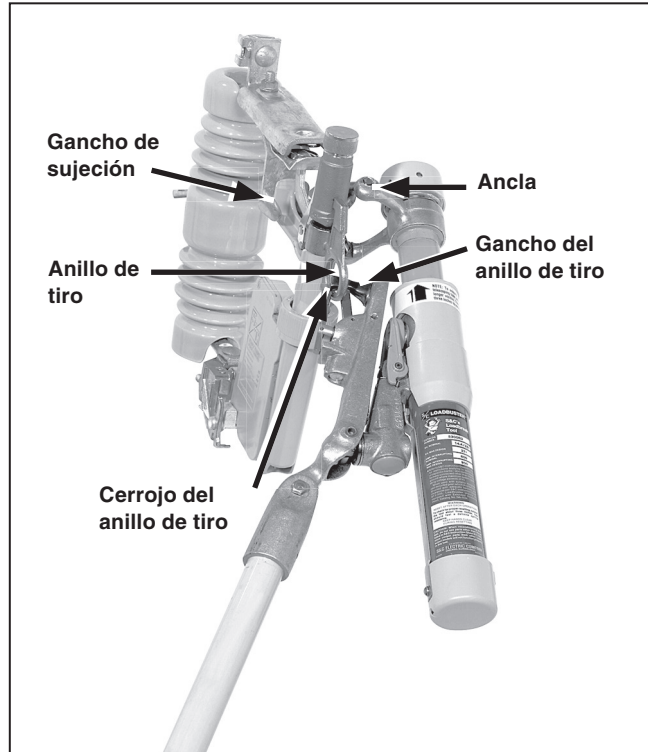

Figura 9. Herramienta Loadbuster conectada a un Fusible Limitador Fault Tamer.
- PASO 2.** Coloque la herramienta Loadbuster por en frente del Fusible Limitador Fault Tamer y enganche el ancla, la cual se ubica en la parte superior de la herramienta Loadbuster, sobre el gancho de sujeción del lado más alejado del Fault Tamer. Ver Figura 9.